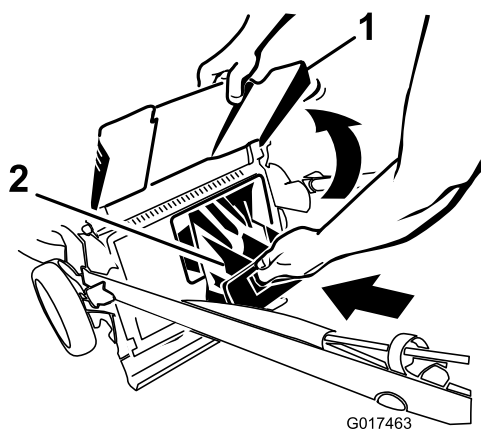
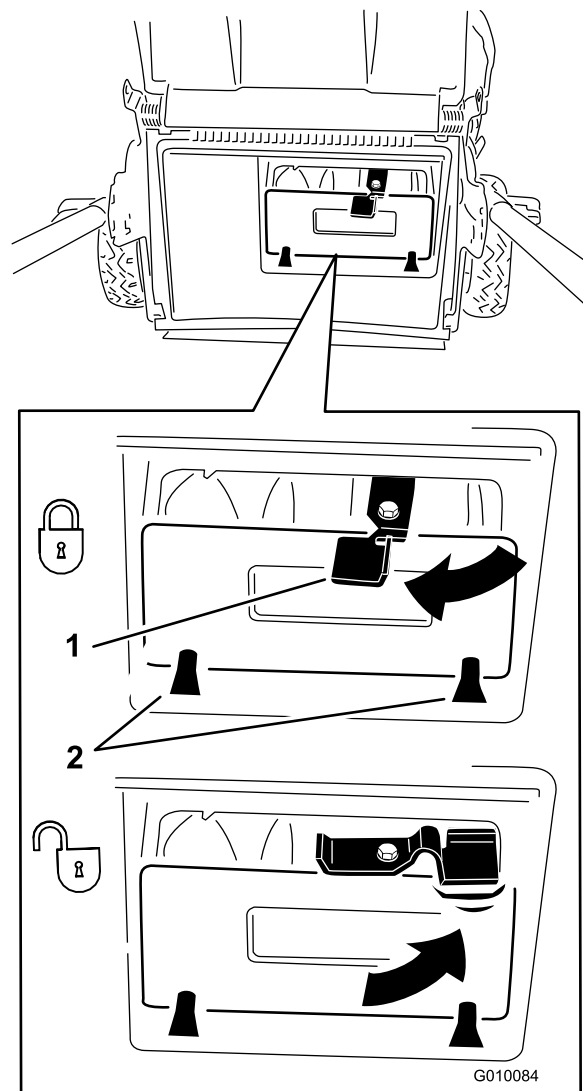

Figure 20
Figure 21
**Important:** Vérifiez que l'obturateur d'éjection arrière est bien verrouillé en place. Pour enlever l'obturateur : relevez le volet arrière (Figure 20), appuyez fermement sur l'obturateur jusqu'à ce qu'il s'enclenche en position derrière les pattes, et tournez le levier situé dessus vers la gauche (Figure 21).
**Remarque:** Pour déverrouiller l'obturateur arrière, tournez le levier situé dessus vers la droite (Figure 21).